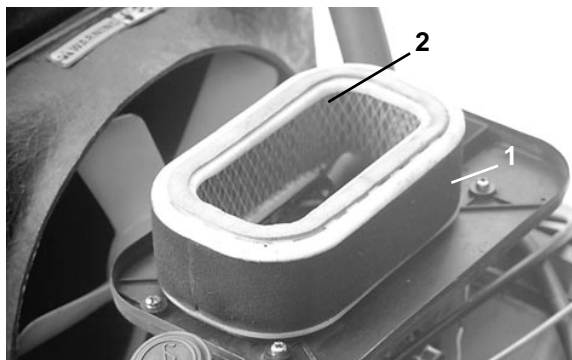

Bild 20
2. Bei verschmutztem Schaumfilter (Bild 20), den Filter vom Papierelement entfernen und gründlich reinigen.
3. Beim Warten des Schaumfilters den Zustand des Papierelements kontrollieren. (Bild 20). Den Schmutz durch leichtes Klopfen aus dem Filter entfernen. Das Element jährlich oder alle 200 Betriebsstunden wechseln.